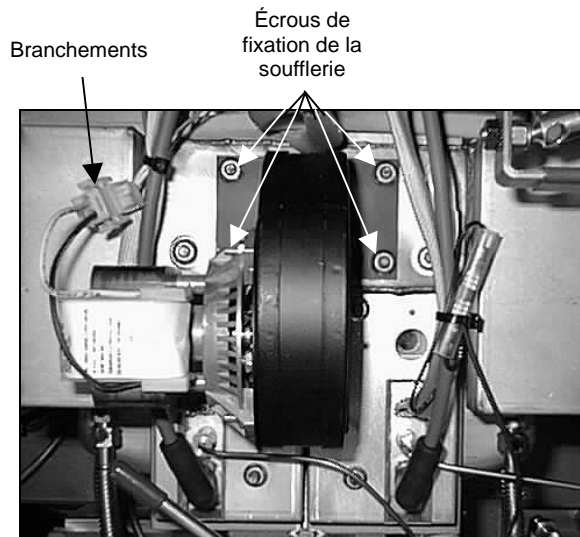

Figure 1
1. Déconnectez le faisceau de câbles de la soufflerie et retirez les quatre écrous de fixation de la soufflerie (Reportez-vous à la figure 1 page suivante.)